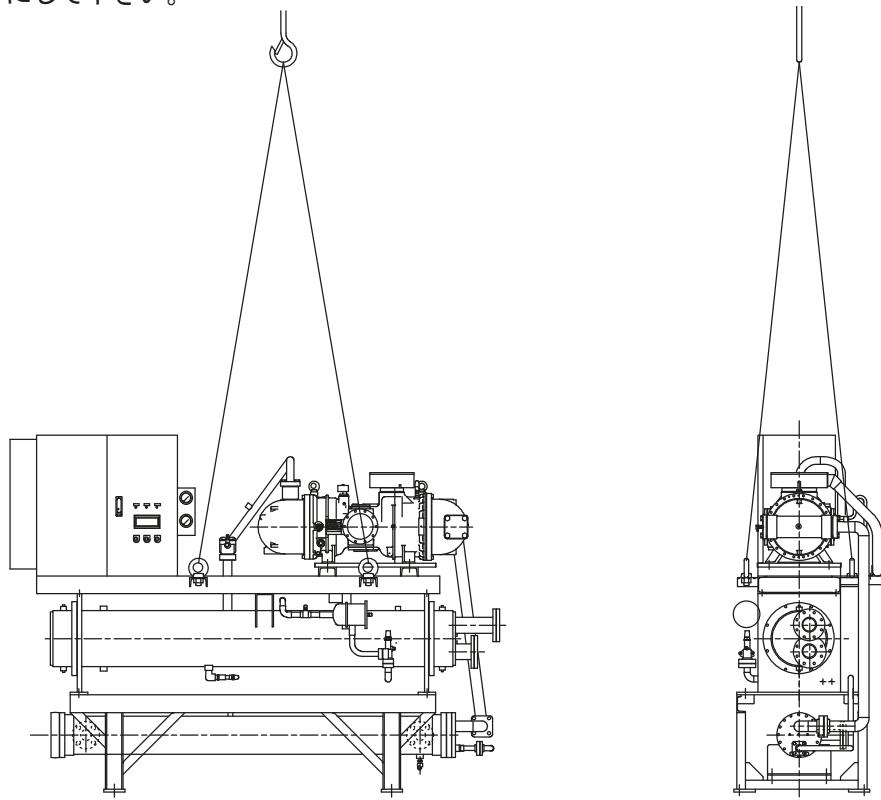

図2-1 ユニット吊上げ要領
- ① 吊上げはユニット枠の4本の吊具にフックを掛けて行って下さい。このとき制御箱、配管などを傷付けないようにし、もしロープが当たるときは適当な引棒を入れるようにして下さい。(図2-1)
- ② 吊上げ用のロープは製品質量に見合ったロープ強度にして下さい。製品質量は表2-1の通りです。(標準仕様の場合)